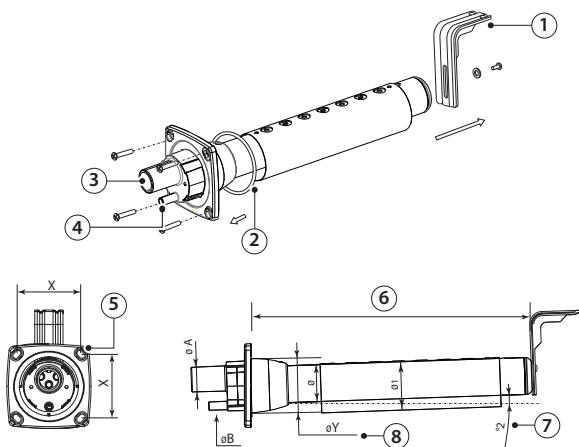

Рис. 3.с
2. Г-образное крепление (см. поз. 1, Рис. 3.с) входит в комплект поставки парораспределительных трубок моделей DP085* – DP025*. Более короткие крепления заказываются отдельно (артикул 18C478A088).